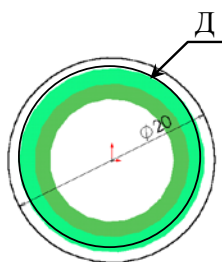

Рис. 2.10
9. Вызвать значение диаметра 20 мм (рис. 2.10).